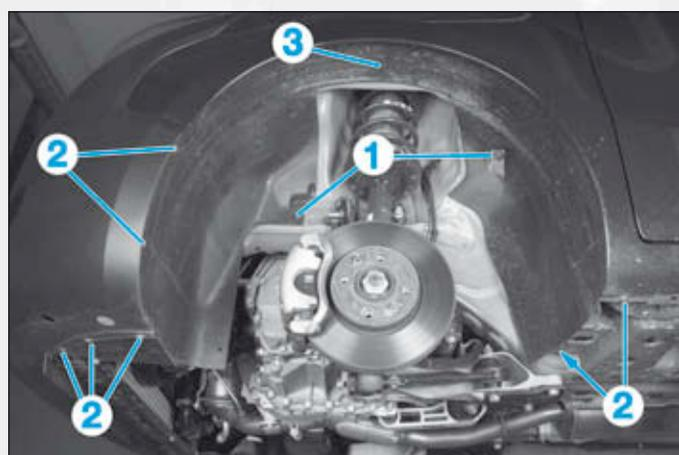

FIG.68
- les écrous (1) (Fig.68),
- les vis (2),
- les pare-boue (3) gauche et droit,